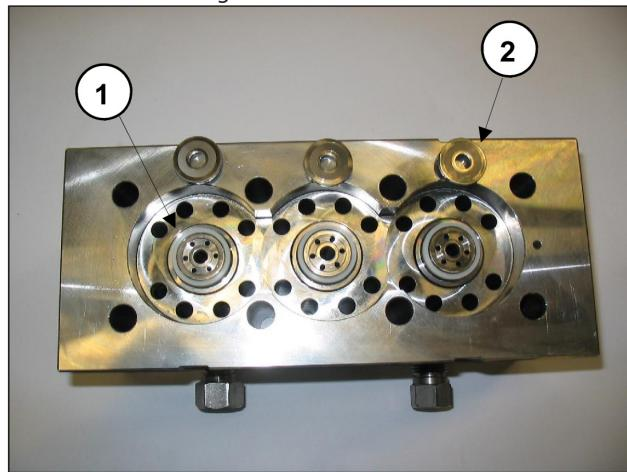

Fig. 41
① ni las válvulas planas ②, como se indica en la Fig. 41, ya que al estar montadas sólo por contacto podrían caerse.